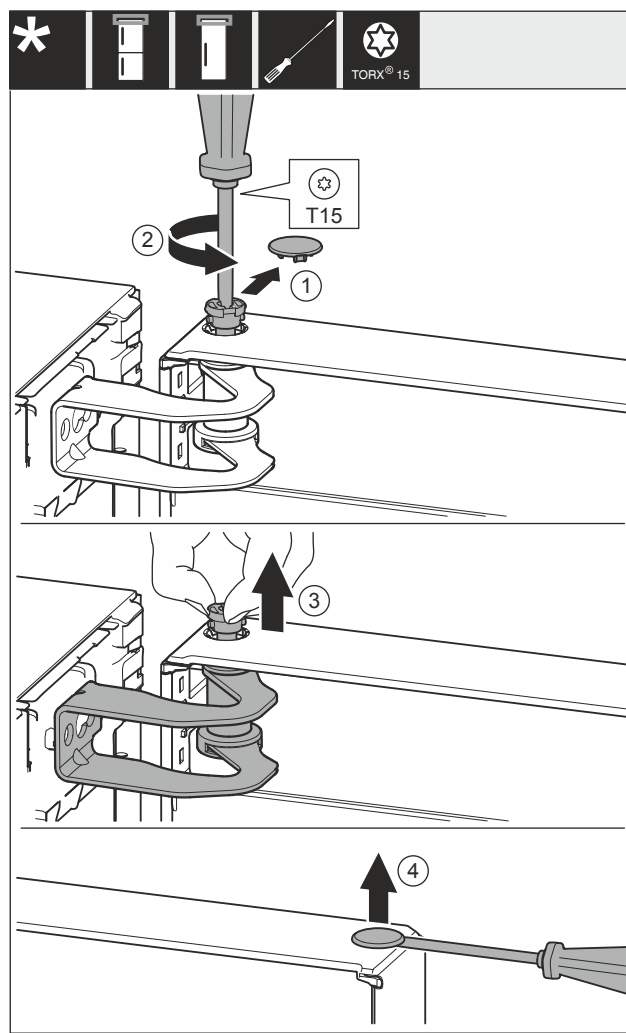

Fig. 29
- ▶ Opatrně sejměte kryt Fig. 29 (1).
- ▶ Šroubovákem o kousek vyšroubujte čep Fig. 29 (2).
- ▶ Čep Fig. 29 (3) vytáhněte prsty.
- ▶ Kryt Fig. 29 (4) opatrně nadzvedněte šroubovákem a odstraňte.